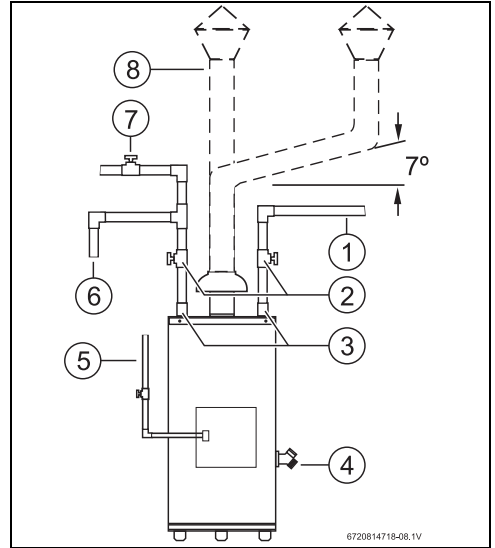

Fig. 8
- ▶ Instalar en la salida de agua caliente una válvula de alivio calibrada con presión de apertura de 75 PSI (0.52 MPa) (Fig. 8).